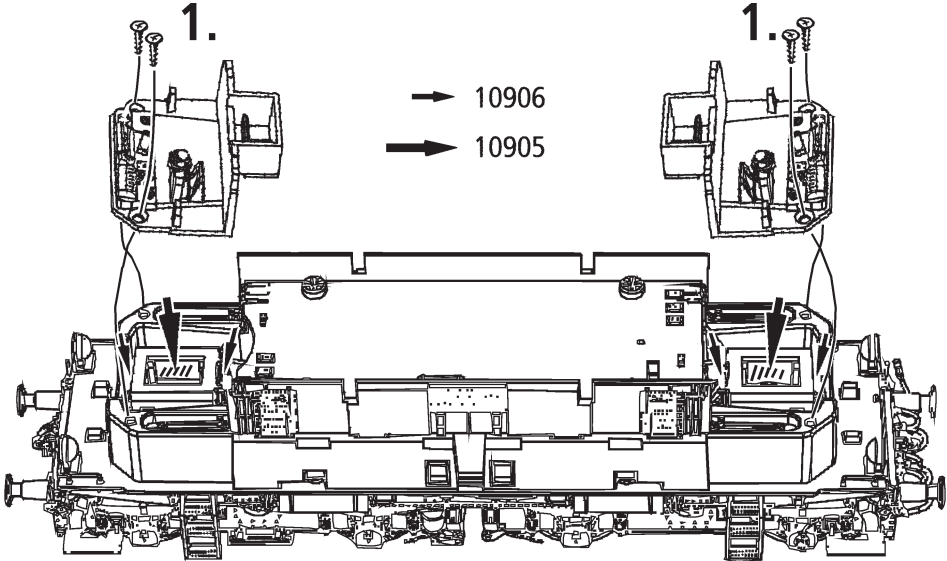

Fig. 8
3. Haftreifenwechsel: Zuerst den Getriebedeckel abnehmen (Fig. 4). Danach den **Radsatz** herausnehmen und die **Haftreifen** mit einer Nadel od. mit einem feinen Schraubendreher abziehen (Fig. 8). Beim Aufziehen der neuen Haftreifen darauf achten, dass diese sich nicht verdrehen.
3. Change of traction tyre: Remove the gear cover (fig. 4). Take out **wheel set** and remove **traction tyre** using a pin or a fine screwdriver (fig. 8). When pressing on the new traction tyre please **avoid twisting it**.
3. Échange des bandages d'adhérence: Démontez d'abord **le couvercle du carter des engrenages** des engrenages (fig. 4). Délogez ensuite les essieux bandagés et enlevez, à l'aide d'une aiguille ou d'un tourne-vis fin, les bandages d'adhérence (fig. 8). Lors du montage des nouveaux bandages veuillez veiller à ce que les bandages **ne soient pas tordues**.